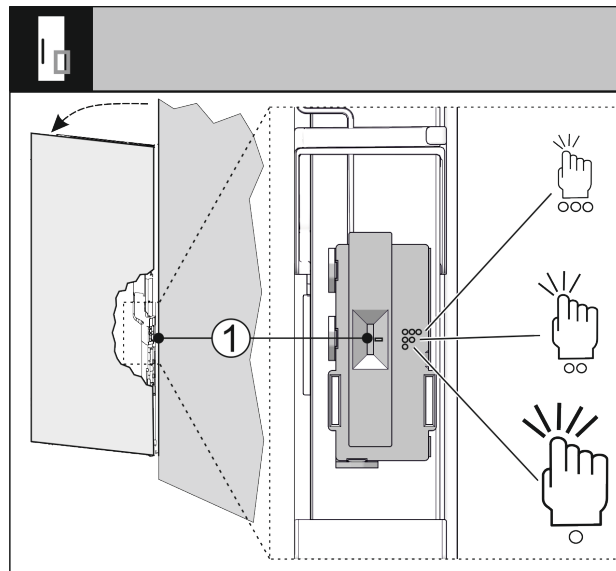

Fig. 100
Ju mund ta rregulloni në çdo kohë ndjeshmërinë e sinjalit të trokitjes nëpërmjet çelësit Fig. 100 (1). Çelësi ndodhet në anën e menteshës në një të tretën e poshtme të derës.
- ▶ Vendosni çelësin Fig. 100 (1) në pozicionin e çelësit që dëshironi.